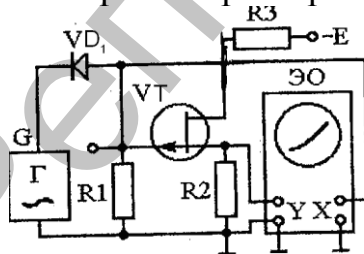

Рис. 2.
1. Соберите схему рис. 2 для получения на экране осциллографа сток-затворной характеристики транзистора.